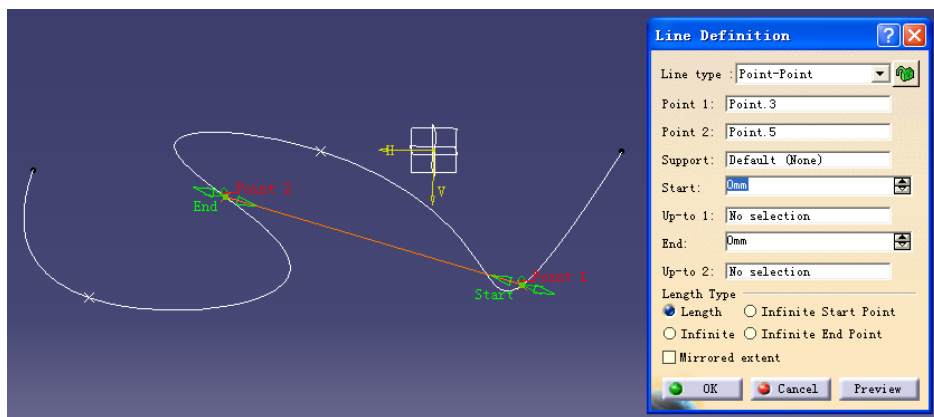

图 4-11
② 点击 键后, 对话框的 Line type 中选择 Point-Point, 设起点和终点(见图 4-11)。